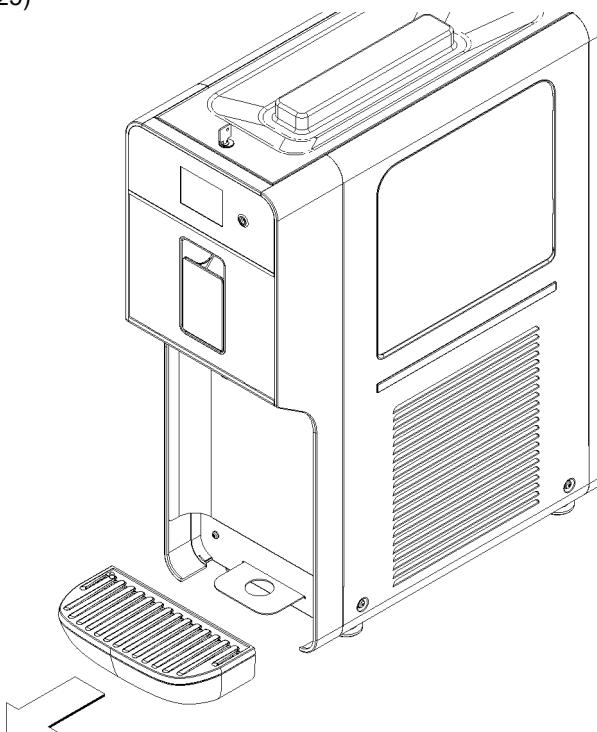

figura 25
- 10 Extraiga el cajón colector de gotas de su alojamiento. (ver figura 25)